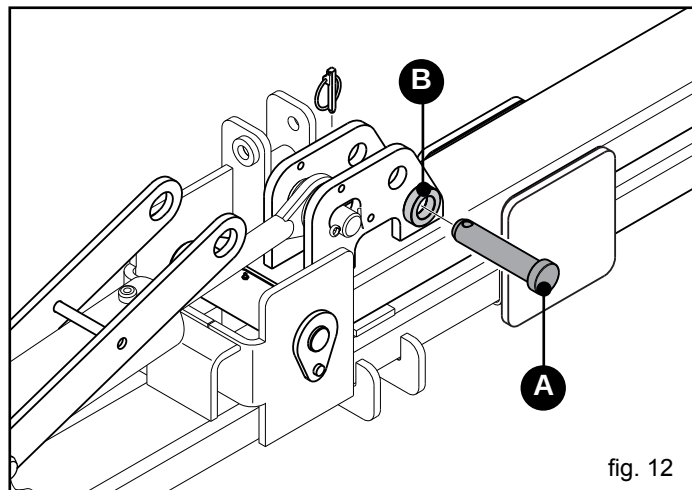

fig. 12
- 4) Sganciare le spine di sicurezza del telaio (A, Fig. 12) e riporle nelle apposite sedi (B, Fig. 12).
- 8) Agganciare le spine di sicurezza del telaio nelle apposite sedi (A, Fig. 12).